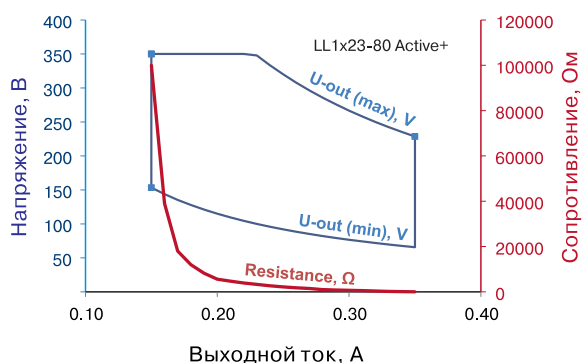
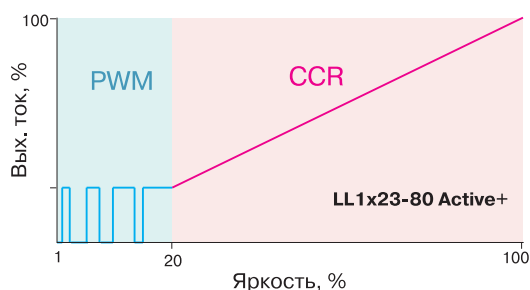

Рис. 8. Вольтамперная нагрузочная характеристика и графики зависимости выходного тока от сопротивления внешнего резистора
Рис. 9. Зависимость уровня яркости от выходного тока драйвера
На рис. 8 приведены нагрузочная вольтамперная характеристика и графики зависимости выходного тока от сопротивления внешнего резистора. Драйвер обеспечивает выходной ток от 150 до 350 мА и содержит встроенный активный корректор коэффициента мощности (PF). При нагрузке 100% коэффициент PF ≥ 0.98, КПД – 95% (макс.). При больших уровнях светового потока его регулирование осуществляется за счет изменения величины выходного тока (рис. 9). Такой метод регулирования получил название CCR (Constant Current Reduction). При низких уровнях – используется ШИМ-модуляция выходного тока с частотой 1...8 кГц (режим PWM).